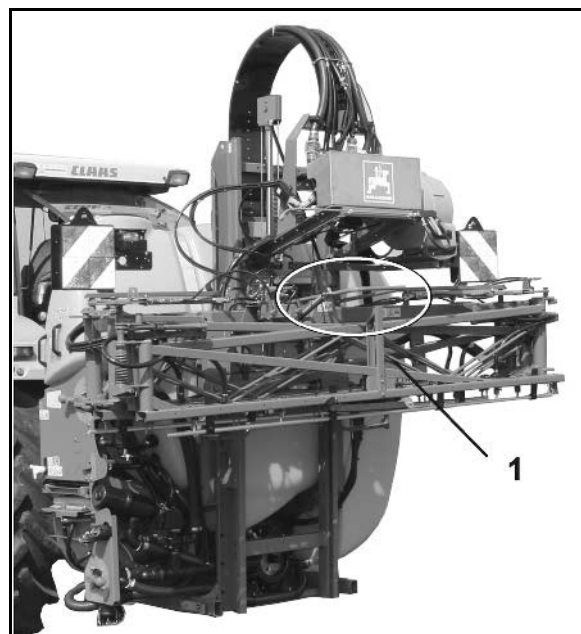

Fig. 41
2. Hæv det sammenfoldede bomsystem v.h.a. højdeindstillingen indtil den automatiske transportsikring (Fig. 41 /1) frigiver bommene (højde: ca. 2/3 af bomholdernes længde).
Fig. 41 viser den **oplåste** transportsikring.